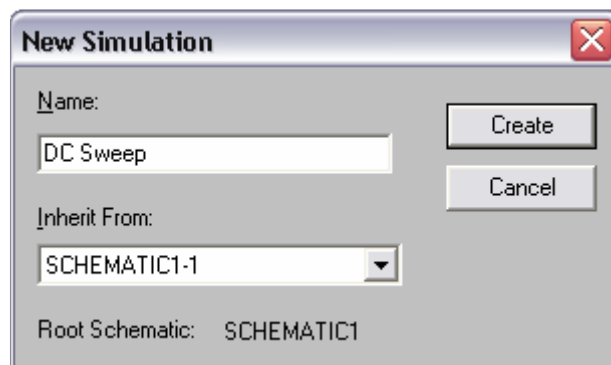

Рисунок 6.2 – Діалогове вікно New Simulation
1. В Capture з меню PSpice вибрати New Simulation Profile. З'явиться діалогове вікно New Simulation (рис. 6.2).